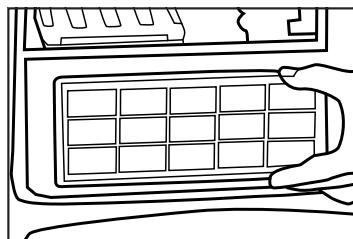

Fig. 6
2. Enlevez le filtre en mousse situé sur le devant du compartiment à sac (Fig. 6).